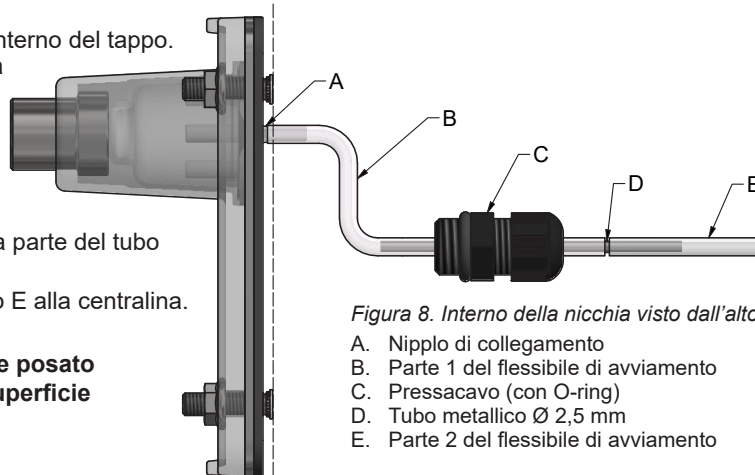

Figura 8. Interno della nicchia visto dall'alto.
1. Tagliare un pezzo del flessibile in dotazione per la parte 1 del flessibile di avviamento (B), quella interna, vedere figura 8. *Determinare la lunghezza del flessibile tenendo conto delle future necessità di assistenza, con o senza necessità di abbassare il livello dell'acqua della piscina.*
2. Montare la parte 1 del flessibile di avviamento sul nipplo di raccordo (A) nella nicchia.
3. Infilare l'altra estremità del flessibile di avviamento sul tubo metallico (D), lasciando sporgere dal flessibile circa un terzo del tubo.
4. Infilare il flessibile con il tubo nel pressacavo (C) all'interno del tappo. Il tubo deve essere centrato nel pressacavo, con una piccola sezione del flessibile B all'esterno, vedere figura.
7. Infilare la parte 2 del flessibile di avviamento (E) sulla parte del tubo che sporge dal pressacavo.